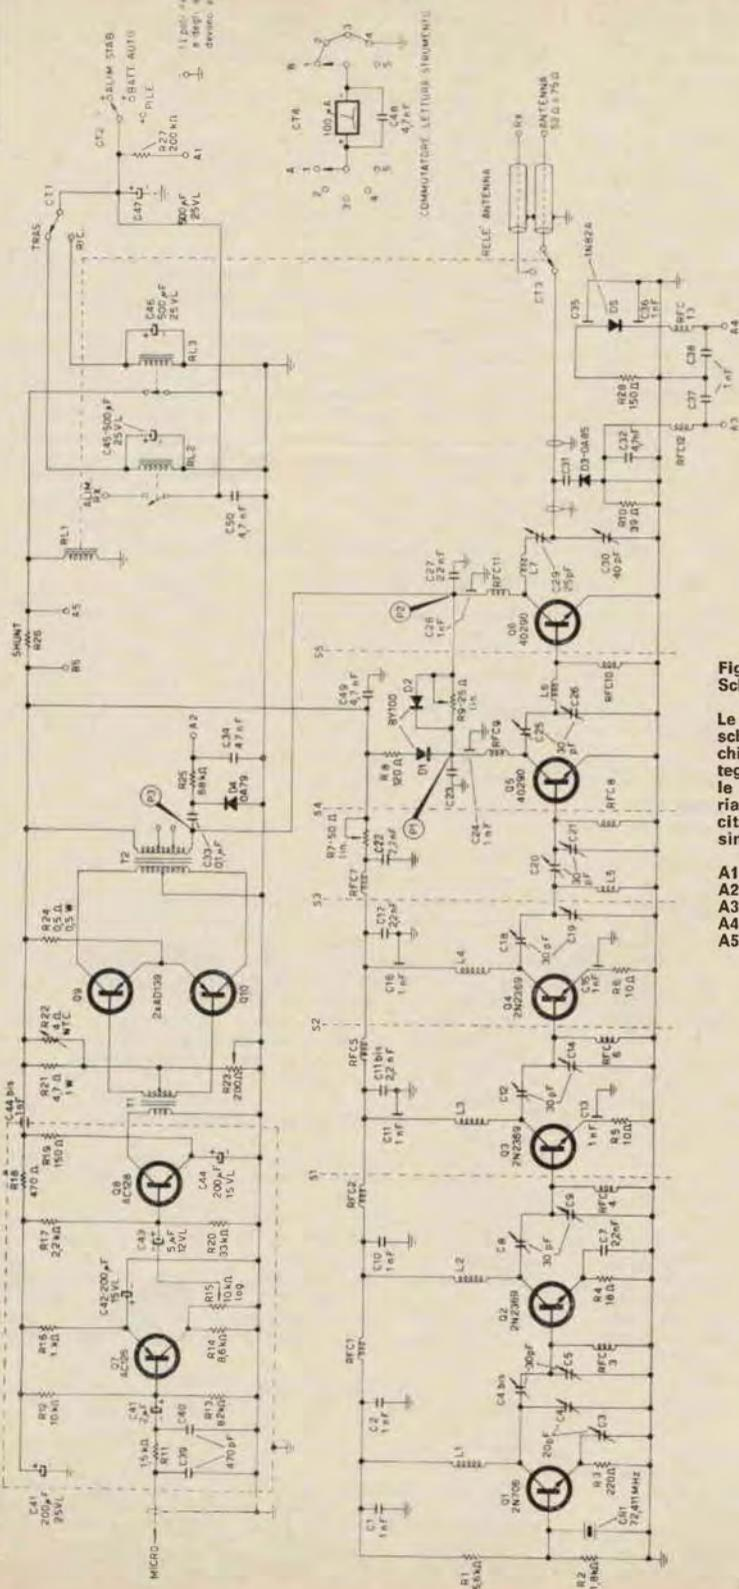
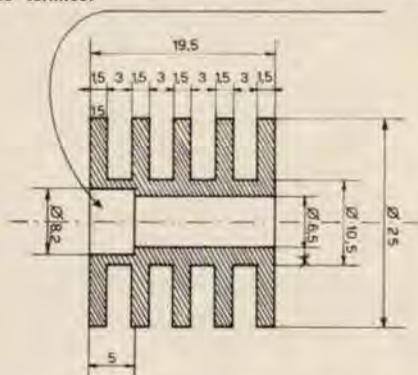

Figura 3
Figura 5
L'oscillatore quarzato a 72 MHz è di tipo classico e viene polarizzato in modo che, con una tensione di collettore di 12,5 V, abbia una corrente di collettore tra 8 e 9 mA. Le resistenze R1 e R2 (figura 3) che polarizzano la base di Q1 e la resistenza di emittore R3 sono state calcolate per soddisfare a questa condizione.
L'accoppiamento allo stadio successivo viene fatto mediante C4 e C5 che permettono una facile regolazione del trasferimento della potenza al duplicatore (Q2, figura 3).
Per ottenere il massimo rendimento dello stadio duplicatore è necessario ottenere un angolo di rotazione della corrente di collettore appropriato (tra 80° e 100°). Per questo è stato scelto un valore di R4 (figura 3) di 18Ω (resistenza antinduttiva) che è risultato praticamente il migliore dal punto di vista del rendimento in duplicazione. Il circuito d'accordo dello stadio duplicatore (L2, C8 e C9 figura 3) viene accordato a 144 MHz e come già detto si passa allo stadio successivo mediante l'accoppiamento capacitivo C8 e C9.
Tra Q2 e Q3 e tra Q3 e Q4 sono stati inseriti due schermi in ottone argentato (linee tratteggiate in figura 3) aventi la funzione di evitare inneschi a radiofrequenza. Sia Q3 che Q4 hanno sul circuito di emittore una resistenza da 10Ω (R5 e R6 rispettivamente) avente lo scopo di centrare l'angolo di rotazione di corrente di collettore che per gli amplificatori in classe C ha un valore ottimale di 120°.
Il circuito L1, C4, C4 bis e C5 viene accordato a 72 MHz e per il miglior trasferimento di segnale al duplicatore. Attraverso il sistema di accoppiamento capacitivo quindi si entra direttamente nello stadio duplicatore (Q2, figura 3) costituito dal 2N2369 che per motivi di sicurezza è dotato di aletta di raffreddamento a stella. Anche questo stadio, di formulazione classica, impiega lo stesso sistema di accoppiamento precedente. Si noterà la mancanza delle resistenze di polarizzazione di base.
Come si vede, l'accoppiamento tra Q3 e Q4 (figura 3) è di tipo capacitivo, mentre l'accoppiamento tra Q4 e lo stadio successivo (Q5 pilota) è di tipo a filtro di banda di progettazione non usuale.
Questa rete di accoppiamento che permette di adattare bene l'impedenza relativamente alta esistente sul collettore di Q4 a quella molto bassa di base di Q5 è costituita dai due circuiti L4, C18, C19 e L5, C20, C21 che sono separati da uno schermo (linea tratteggiata, figura 3) e che vengono accordati separatamente a 144 MHz.
L'eccitazione fornita al pilota (Q5, figura 3) viene regolata in maniera semifissa da R7 che varia la tensione di alimentazione ai primi quattro transistori (Q1, Q2, Q3 e Q4). La resistenza variabile L7 viene poi regolata in modo che con una tensione di alimentazione del rice-trasmittitore di 13 V il pilotaggio sia sufficiente a determinare una potenza di uscita dal tx di 2 watt e mezzo.
Il pilota (Q5 - 40290 RCA) è collegato con l'emittore direttamente a massa. E' importante che questa massa unitamente a quella del condensatore a pastiglia (C24, figura 3) venga saldata sullo schermo S4. Il lato freddo di RFC8 riceve il segnale di modulazione tramite una rete di diodi e resistenze che descriveremo dettagliatamente più avanti.
La sonda capacitiva (C31, D3, C39 e R10, figura 3) permette di leggere sullo strumento sistemato sul pannello frontale una tensione continua proporzionale alla tensione a radiofrequenza presente nel circuito di antenna. Essendo nota l'impedenza può quindi indicare la potenza di uscita. Il valore della capacità C31 deve essere determinato di volta in volta. Il suo valore ottimale dovrebbe essere compreso tra 1 pF e 2,2 pF.
Sul circuito di uscita è stato quindi inserito il pilota d'antenna (CT3, figura 3) che pur non essendo coassiale non introduce perdite significative date le basse capacità dei contatti verso massa e la sua miniaturizzazione. E' stato controllato che questo relè (Siemens, tipo ceramico per commutazione RF) ha una perdita di inserzione sicuramente inferiore all'1% rispetto alla potenza di entrata per potenze inferiori ai 3 W.
La modulazione viene applicata tramite il trasformatore di modulazione (T2, figura 3) al punto freddo di RFC10 e tramite la catena D1, D2, R8 e R9 al punto freddo di RFC8 cioè al pilota.
La funzione dei diodi è quella di modulare il pilota stesso (Q5, figura 3) solo durante i picchi positivi, come si vede dalla figura 4 a) che riporta l'immagine oscilloscopica della tensione di modulazione a 1000 Hz osservata nel punto P1.
Per confronto si può vedere la stessa immagine oscilloscopica vista in P2 (figura 3) nella figura 4 b).
La resistenza variabile R9 viene poi regolata in modo da avere la miglior forma d'onda in P2 (figura 3) e nella traccia oscilloscopica del segnale a radiofrequenza di uscita accoppiato direttamente alle placchette verticali dell'oscilloscopio stesso (8).
La resistenza variabile R9 ha la funzione di dosare la porzione di segnale modulante da iniettare come picco positivo nello stadio pilota (Q5, figura 3).
Figura 4 a) Immagine oscilloscopica tensione B.F. di modulazione (1 kHz) nel punto P1 (figura 3).
Figura 4 b) Immagine oscilloscopica tensione B.F. di modulazione (1 kHz) nel punto P2 (figura 3). Nei punti contrassegnati * si può notare un piccolo tratto a pendenza più bassa di quella corrispondente all'onda perfettamente sinusoidale.
A titolo riassuntivo e per dare un'idea dei guadagni di potenza realizzabili lavorando a transistori nella **tabella 3** sono riportate le correnti di collettore e le potenze disponibili all'uscita di ogni singolo stadio del tx. Tutti i transistori del generatore di portante ad esclusione del 2N706 (oscillatore Q1, figura 3) sono dotati di dissipatori di calore del tipo a stella come visibile dalle fotografie relative al tx. Per il transistore impiegato come finale (Q6, figura 3) il dissipatore è stato fatto costruire appositamente. Nella figura 5 è mostrata una sezione completa di tutti i dati costruttivi che può essere impiegata direttamente per la sua realizzazione pratica. Il materiale è alluminio.
Segue a questo filtro uno stadio preamplificatore (Q7, figura 3) sul cui collettore è stato inserito un potenziometro (R15, figura 3) per la regolazione della profondità di modulazione.
Il segnale di bassa frequenza proveniente da R15 passa alla base di Q8 (figura 3) che ha funzione di pilota. Il trasformatore T1 inserito sul collettore di Q8 manda infine sulle basi di Q9 e Q10 due segnali di bassa frequenza invertiti di fase l'uno rispetto all'altro.
Lo stadio finale (Q9 e Q10) funzionante come controfase in classe B è termicamente compensato tramite la resistenza NTC (R22, figura 3) che è stata posta sul radiatore di uno dei due transistori finali (elettricamente isolata) (10).
La profondità di modulazione viene indicata dallo strumento posto sul pannello frontale mediante il circuito C33, D4, R25 e C34 (figura 3). Si tratta semplicemente di un circuito di rivelazione e di un sistema di lettura della tensione continua presente ai capi del diodo rivelatore. La resistenza R25 è stata calcolata in modo che una modulazione del 100% faccia deviare l'ago del microamperometro al 70% del fondo scala.